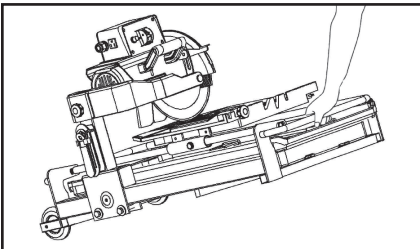
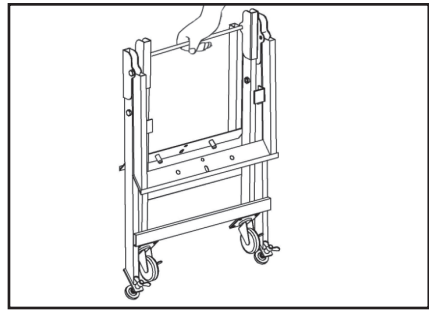

FIGURA 23
FIGURA 24
- Cuando mueva la sierra en distancias largas, separe la sierra del soporte y utilice las *ruedas en el marco de la sierra* (ver la FIGURA 23). El soporte se dobla hacia arriba separadamente para un transporte fácil (ver la FIGURA 24).